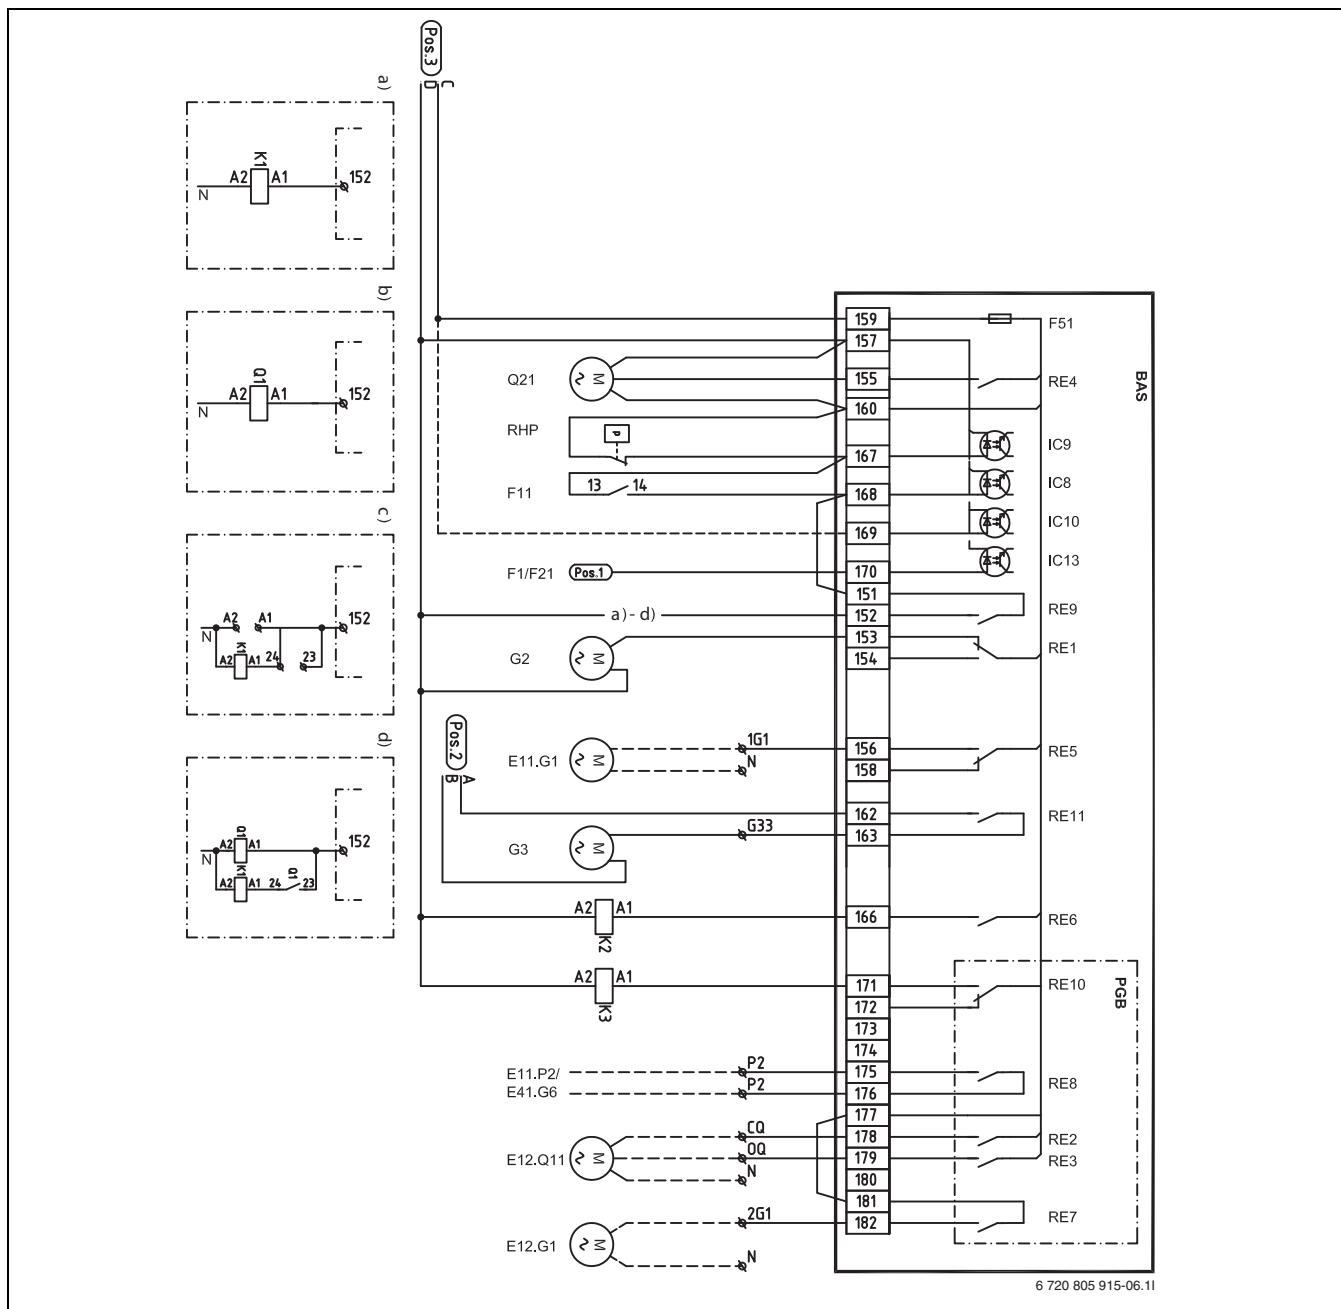

Bild 40 Komplettschema anslutningar (230V)
4. Kontrollera inkopplingen enligt elschema (→ Bild 39) (→ Bild 40).
- Kontrollera att kraftkablarna är monterade i följande ordning: L1 Svart, L2 Brun, L3 Grå (→ Bild 39) (→ Bild 40).
- Kontrollera inkopplingen enligt elschema (→ Bild 40).